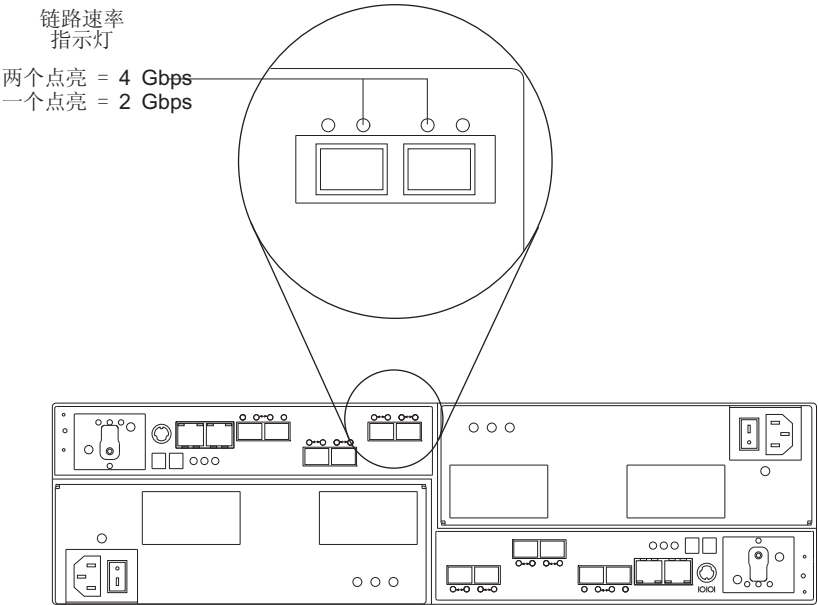

图 83. “链接速率”指示灯
2. 找到“链接速率”指示灯。图 83 显示了存储子系统后部“链接速率”指示灯的位置。
4. 找到“链接速率”开关。第 132 页的图 83 显示了命令模块前部“链接速率”指示灯的位置。